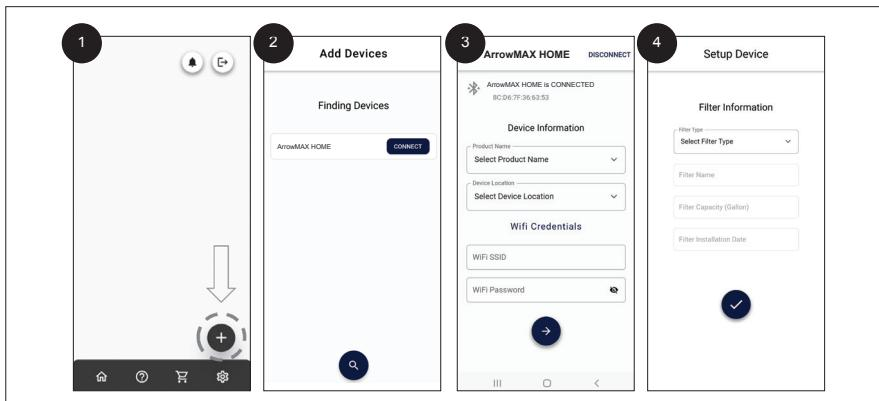

Figura 12: Configuración de la Aplicación
- A continuación, se debe añadir el dispositivo a la cuenta mediante los siguientes pasos, como se ilustra en la **FIGURA 12**.